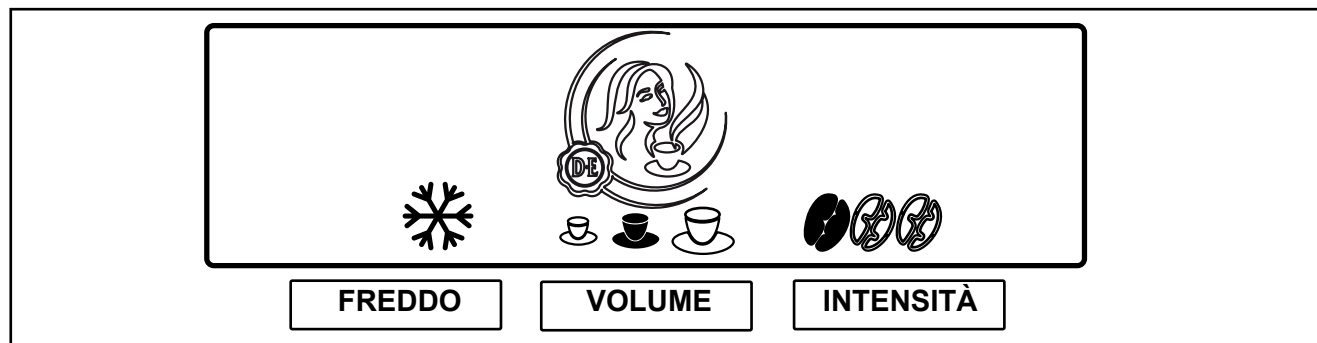

Fig. 16
2. Premere il tasto di preselezione „**INTENSITÀ**“, per attivare questa preselezione. Vengono visualizzati tre simboli dei chicchi. (Fig. 16)